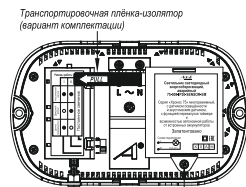

Рисунок 4. Светильник 75-009-IP30-SENSOR-EM. Вид снизу
- 7.5 Выбрать по таблице на обратной стороне корпуса светильника (рис. 4, 5) и задать с помощью переключателя режимов один из трёх режимов работы.
- 8.3 Выкрутить винт фиксации крышки аккумуляторного отсека (рис. 4).